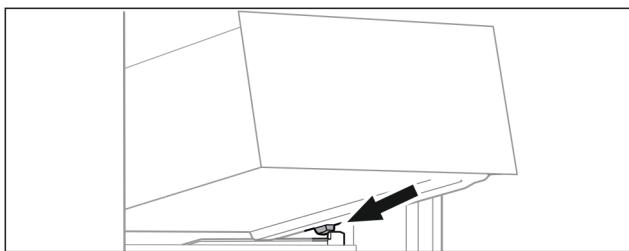

Fig. 96
- Schubfach schräg hinter den Stopfern auf Behälterrippe aufsetzen. (siehe Fig. 96)